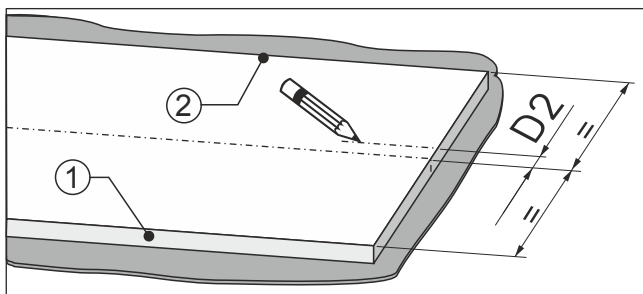

Fig. 93
- Od středu čela nábytku změřte rozměr Fig. 93 (D2) směrem ke straně dveřního dorazu Fig. 93 (2).